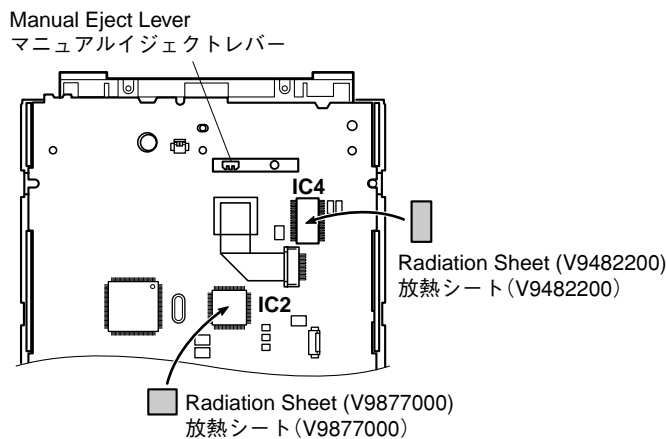

Fig. 5
- b. To open the Tray, move the Manual Eject Lever located on the bottom face. (Fig. 5)
- b. トレーを開ける場合は、底面のマニュアルイジェクトレバーを右へ動かして開きます。(Fig. 5)
- Attach the Radiation Sheets to the IC2 and IC4 located on the bottom face of the new CDR Mechanical Unit. (Fig. 5)
- 新しいCDRメカユニットの底面にあるIC2およびIC4に、放熱シートを貼り付けます。(Fig. 5)